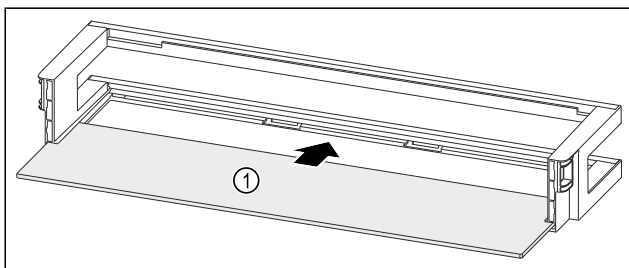

Fig. 134 Дверная полка со съёмной полкой
- ▶ Вдвиньте съёмную полку Fig. 134 (1) в боковые пазы.